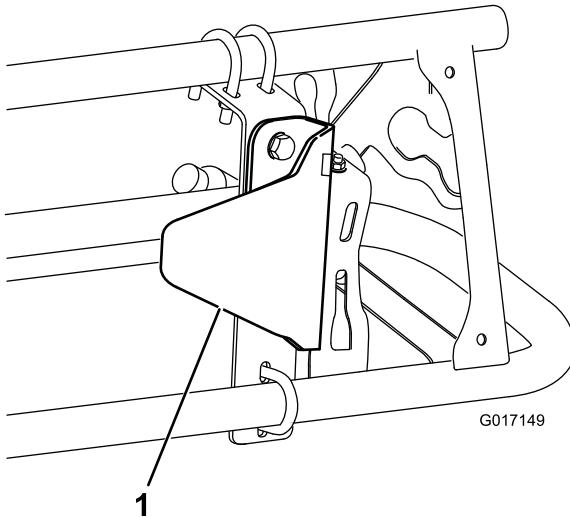

Bild 10
1. Befestigungshalterung (2) 2. Sicherungsmutter (1/4") (12)
2. Befestigen Sie die Sensorschutzvorrichtungshalterung mit zwei Schrauben (5/16 x 3/4") und zwei Bundmuttern (5/16") an der Befestigungshalterung, wie in Bild 10 dargestellt.